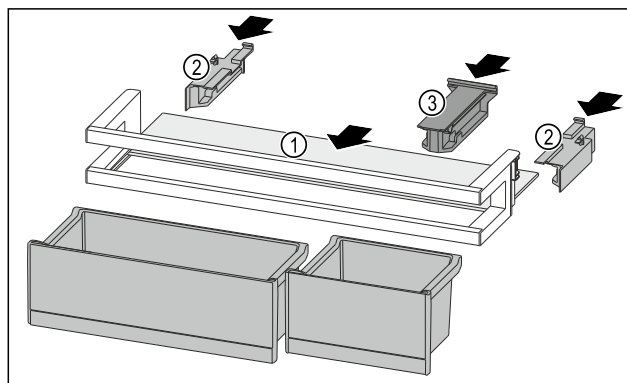

Fig. 195
- Odkládací plochu Fig. 195 (1) zasuňte do bočních vybrání.
- Boční díly Fig. 195 (2) vložte.
- Držák Fig. 195 (3) vložte.